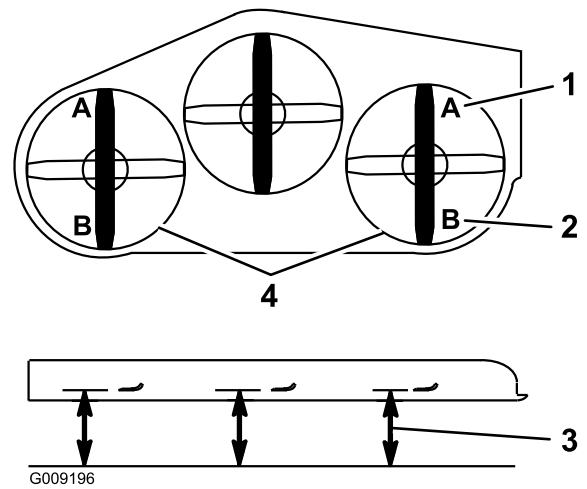

**Figure 95**
5. Enfoncez complètement la pédale de levage du plateau de coupe pour verrouiller le plateau à la position de transport de 14 cm (Figure 95).